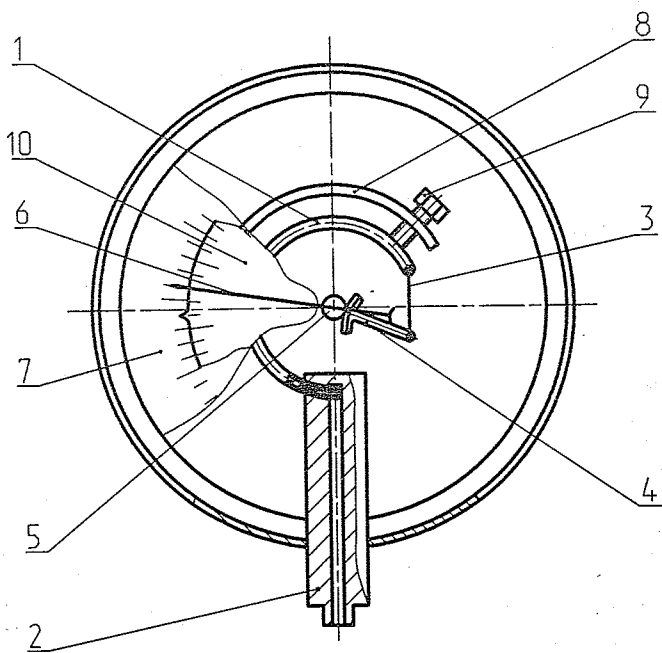

Рисунок 3 - Устройство и работа приборов
3.1 Измеряемое давление подается во внутреннюю полость манометрической пружины 1 (рисунок 3), один конец которой жестко закреплен в держателе 2, другой свободен.
При подаче давления перемещение свободных концов пружин преобразуется во вращательное движение показывающей стрелки 6 и вращающегося диска с указателем 10 (рисунок 3).